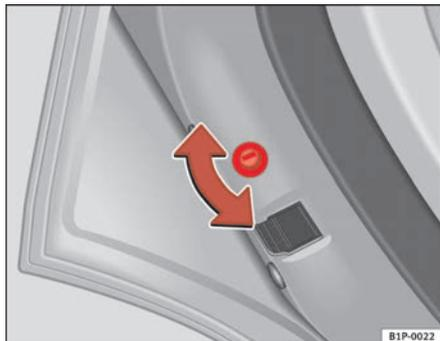
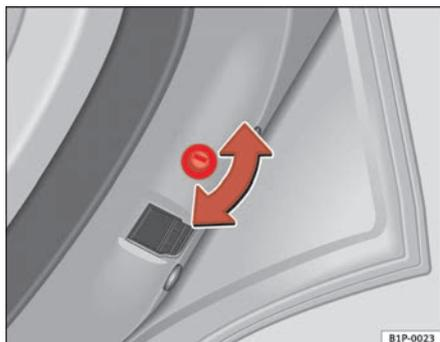

Fig. 60 Sicura per bambini della porta sinistra
Fig. 61 Sicura per bambini della porta destra
- Con la porta aperta, girare con la chiave del veicolo la feritoia in senso orario per le porte a sinistra e antiorario per le porte a destra ⇒ fig. 60, ⇒ fig. 61.
- Con la porta aperta, girare con la chiave del veicolo la feritoia in senso orario per le porte a destra e antiorario per le porte a sinistra ⇒ fig. 60, ⇒ fig. 61.